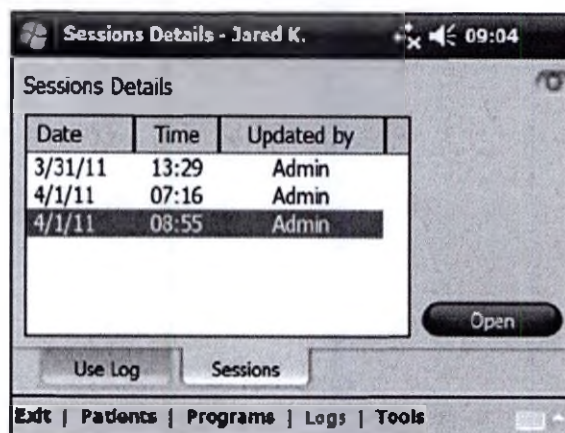

Рис. 8-34 Окно списка сеансов
2. Нажмите на вкладку Sessions. Откроется окно списка сеансов, показывающее дату, время, и пользователь системы для каждого сохраненного сеанса. См. рисунок 8-34.